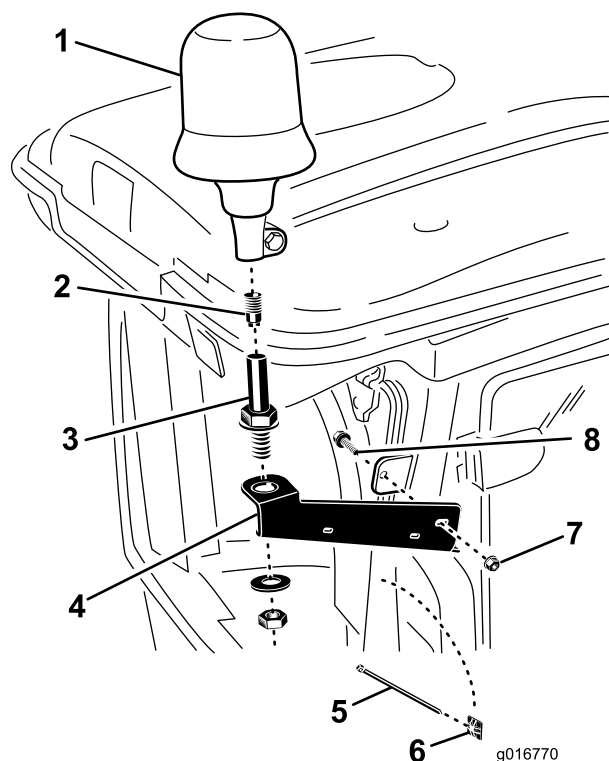

Bild 9
2. Befestigen Sie die Kabinen-Rundumleuchtenhalterung lose mit einer Schraube ($\frac{3}{8} \times 1''$) und einer Mutter ($\frac{3}{8}''$) an der Nase an der rechten hinteren Ecke des Kabinenrahmens, wie in Bild 9 abgebildet. Ziehen Sie die Befestigungen nicht fest.
3. Entfernen Sie den Rundumleuchtenanschluss aus der Rundumleuchtenfassung (Bild 9).
7. Befestigen Sie die Rundumleuchtenfassung mit der mitgelieferten Klemmmutter an der Rundumleuchtenhalterung (Bild 9).
8. Stecken Sie die Rundumleuchte in die Fassung und ziehen Sie die Flügelmutter an (Bild 9).
10. Bringen Sie die zwei Befestigungspolster an der Eckstrebe der Kabine an und befestigen Sie den Kabelbaum mit Kabelbinden an den Polstern (Bild 9).